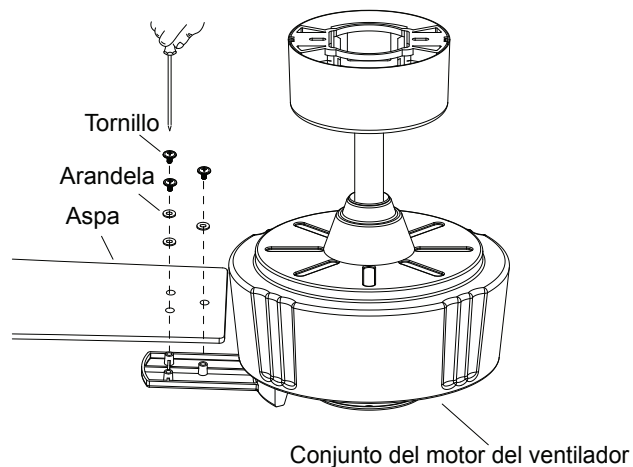

Fig. 17
Paso 1. Alinea los orificios del aspa y la arandela con los orificios de los brazos del aspa y asegure el aspa en su lugar con los tornillos proporcionados. (Fig. 17)